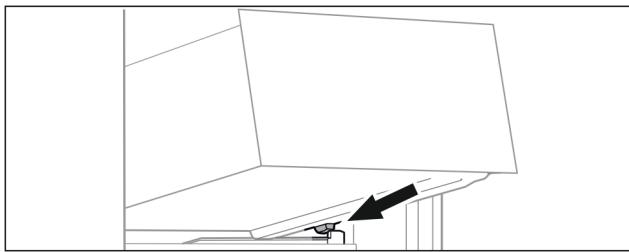

Fig. 64
- Schubfach schräg hinter den Stopfern auf Behälterrippe aufsetzen. (siehe Fig. 64)